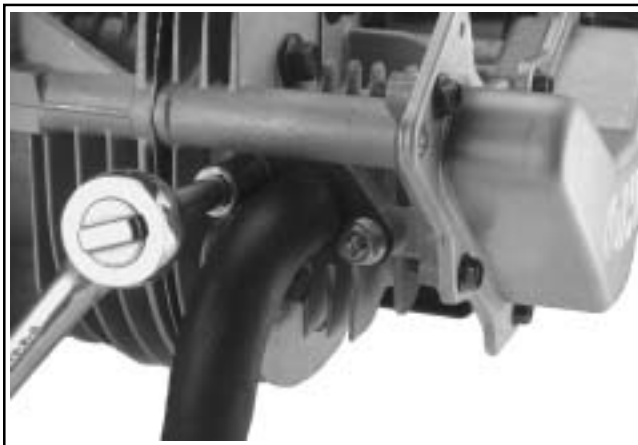

Figura 8-4. Desmontaje de las tuercas con resalte de los puertos de escape.
2. Desmonte el silenciador y la junta de los pernos de los puertos de escape. Ver Figura 8-4.